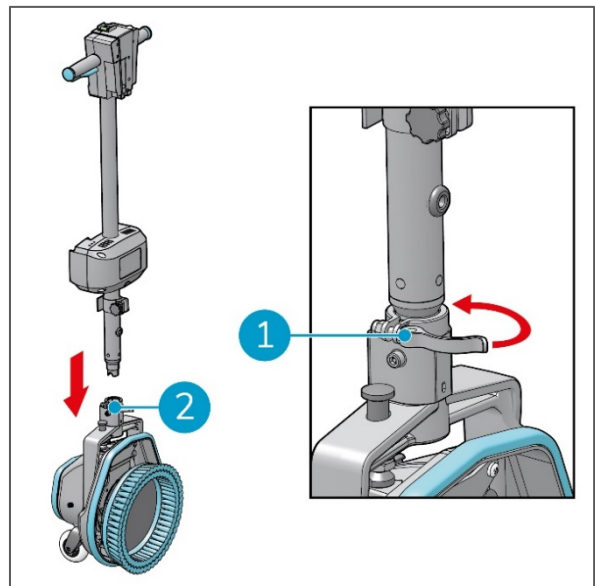

Figura 13
3. Inserire il manico nell'alloggiamento del fermaglio del tubo (Figura 13, pos 2).
4. Bloccare il manico con il fermaglio (Figura 13, pos 1).